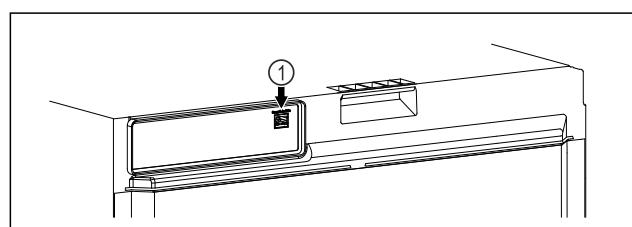

Fig. 113
- SmartModule Fig. 113 (1) 已使用。